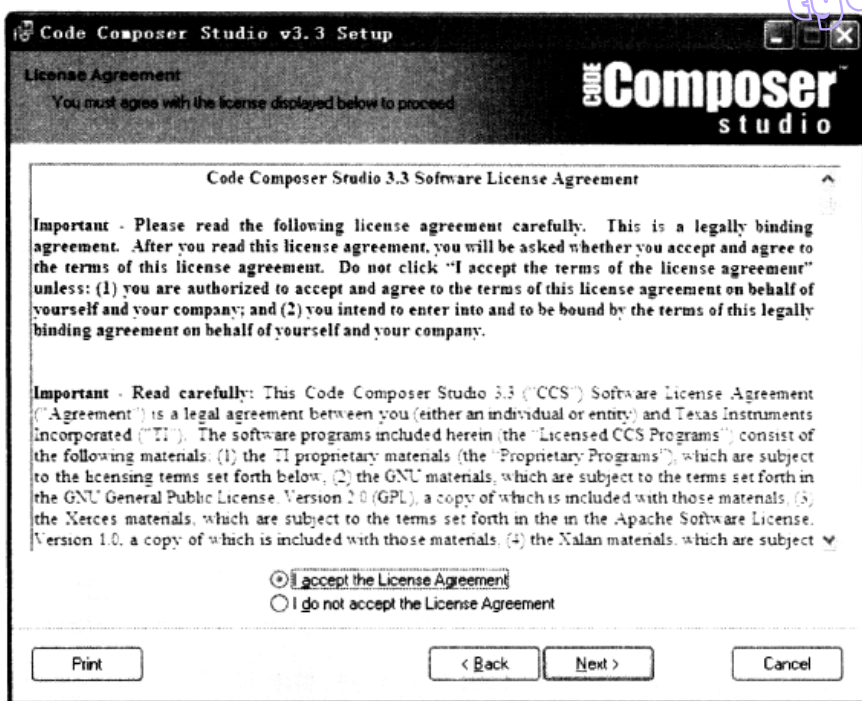

图 1-8 CCS 软件的安装步骤 4
④ 同意 CCS3.3 软件安装许可协议信息, 请选择“I accept the License Agreement”, 单击 Next, 如图 1-8 所示。